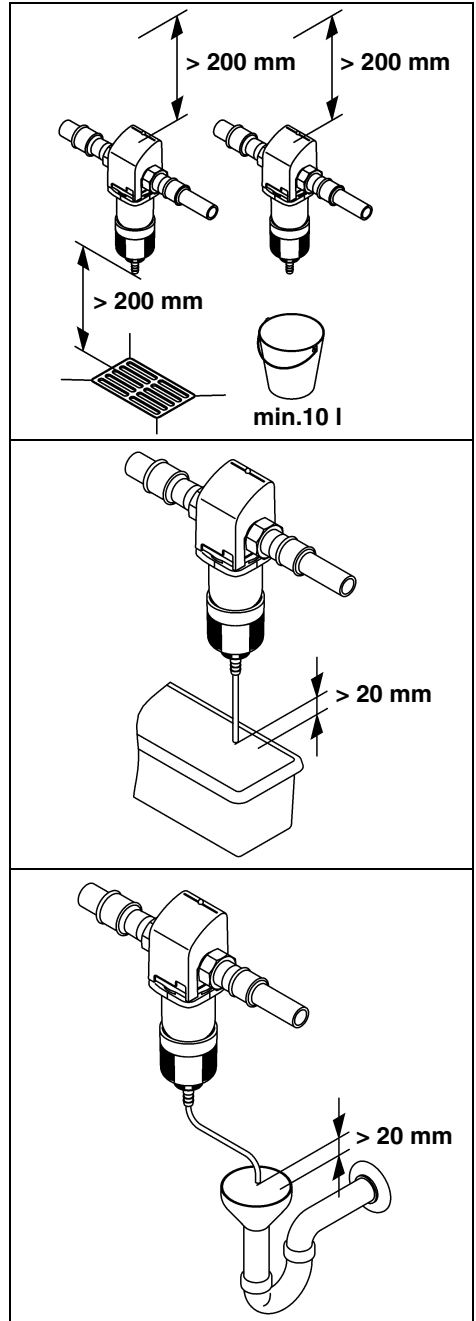

Fig. 4 : Possibilités d'évacuation de l'eau de rétro-lavage
L'eau de rétro-lavage exige un écoulement d'eau chargée suffisamment dimensionné (par exemple évacuation au sol) selon DIN 1986. En l'absence d'un raccordement aux égouts, vous pouvez utiliser un seau de taille appropriée (cf. fig. 4).
- Si le seau est rempli à moitié, il faut achever l'opération de rétro-lavage. Sinon, le seau risque de déborder. C'est pourquoi il faut que le seau soit suffisamment dimensionné (cf. fig. 4) et le rétro-lavage devrait être réalisé rapidement.